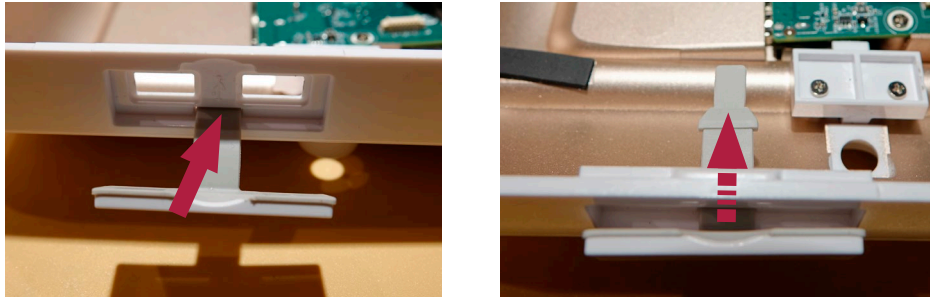

Figura 26 Instalación de una nueva tapa USB
- Inserte la nueva tapa USB desde el exterior de la carcasa. Presione suavemente la junta flexible hasta colocarla en su posición con un destornillador plano, teniendo cuidado de no dañar la goma (Figura 26)